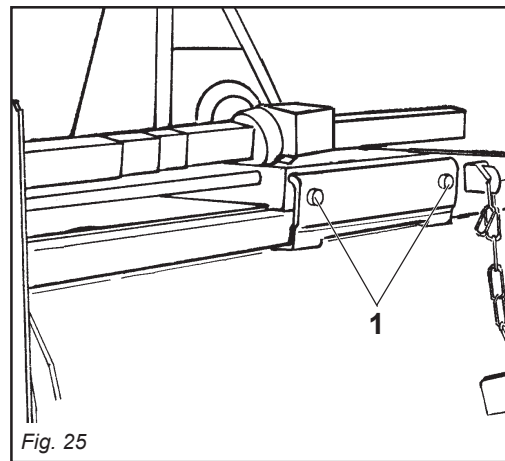

Fig. 25
- 2) Allentare le viti (1 Fig. 25) che fissano la staffa e lasciarle libere.
- 2) *Slacken the screws (1 Fig. 25) that fix the bracket and leave these free.*
- 2) Desserer les vis (1 Fig. 25) de fixation de bride pour les libérer.
- 2) *Die schrauben (1 Abb. 25) welche die Bügel festhalten, losschrauben und sie frei lassen.*
- 2) Aflojar los tornillos (1 Fig. 25) que fijan los estribo y dejarlos libres.